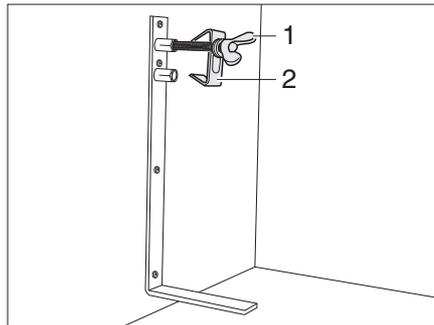

Bild 185 Ersatzrad-Halterung
- Die Schraube (Bild 185,1) lösen und mit der Zentrierung (Bild 185,2) abnehmen.